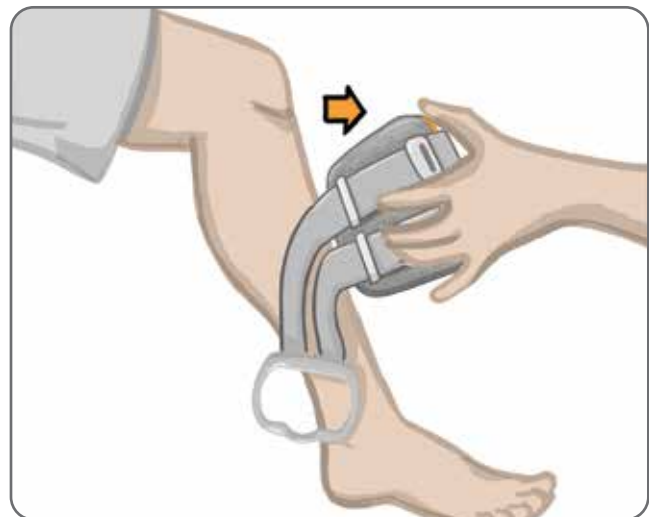

Abbildung 8-7: Abnehmen der Unterschenkelmanschette mit aufgenommenen Elektrodenbasen
8. Nehmen Sie die Unterschenkelmanschette vorsichtig vom Bein ab. Siehe Abbildung 8-7.